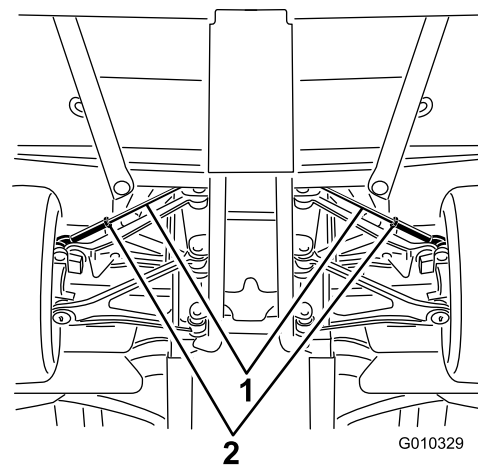

Figura 60
- A. Allentate il controdado al centro del tirante (Figura 60).